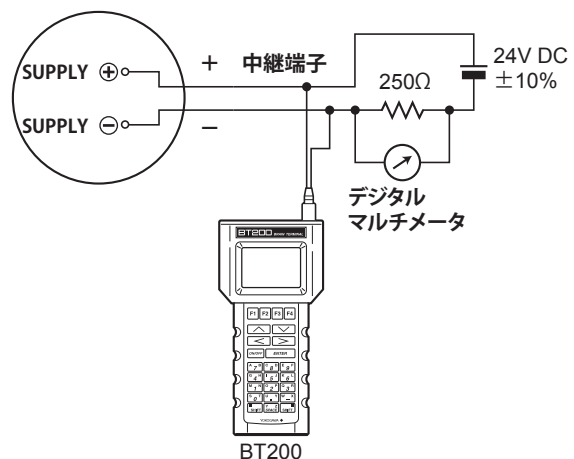

図 8.1 接続方法
1. 図 8.1 のように機器を接続し、3 分以上ウォームアップします。
3. 負荷抵抗が 250 Ω のとき、デジタルマルチメータの指示値が 5V になります。既知の抵抗（R Ω）を使用したときは、 $R (\Omega) \times 0.02 (A)$ になることを確認します。